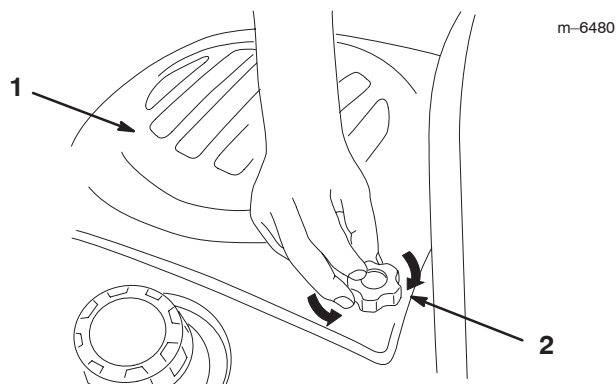

Figure 15
1. Pour déposer le capot, desserrez les boutons, tirez le capot en arrière puis soulevez-le (Fig. 15).
3. Serrez les boutons dans le capot du moteur (Fig. 15).